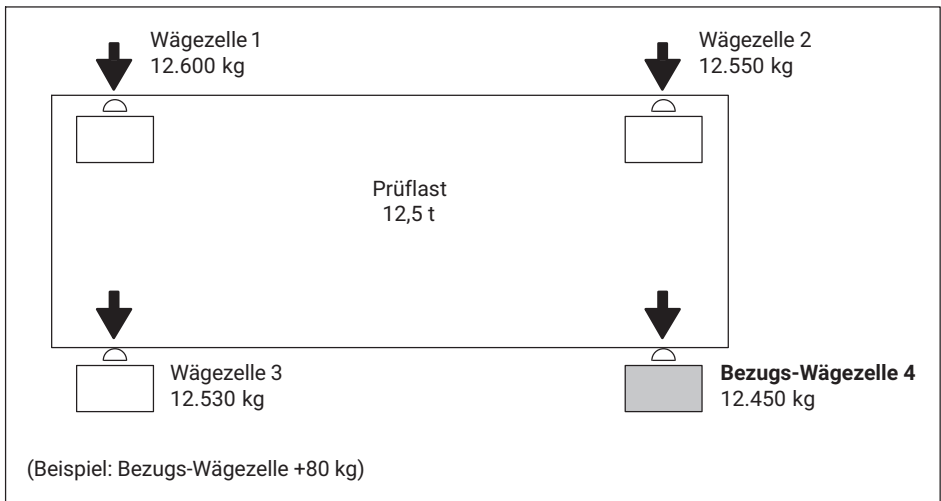

Abb. 10.1 Bsp.: Brückenwaage mit vier Wägezellen bei 12,5 t Prüflast
- Notieren Sie die Signale der Waage bei Belastung der vier Plattformecken, um die jeweiligen Differenzen (in kg) zu der Waagenecke (Wägezelle) mit der kleinsten Anzeige zu berechnen. Diese Wägezelle ist die Bezugs-Wägezelle (4) und braucht keinen Abgleich (im Beispiel Abb. 10.1, Wägezelle 4).